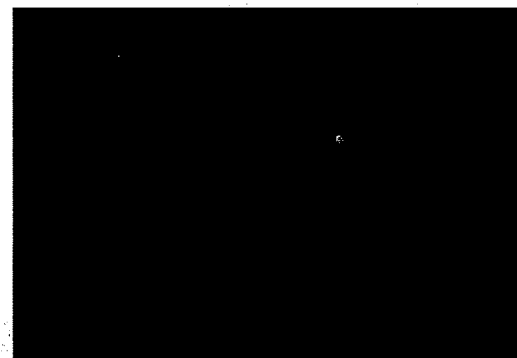

Figure 40
3. Flexible de récupération - Placez le tuyau d'arrosage dans le réservoir de récupération. Le tuyau de récupération se situe à l'arrière de la bague filetée. **REMARQUE : Ne placez pas le flexible dans une entrée d'aspiration (voir figure 40) afin d'éviter tout endommagement.**